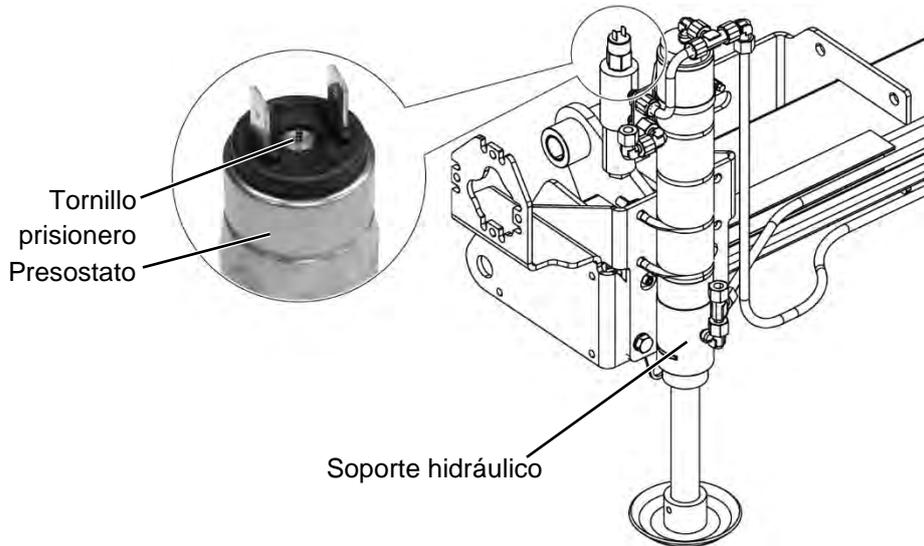

Figura 51: Soporte hidráulico, presostato
- ▶ Para ello, gire el tornillo prisionero del presostato (véase Figura 51).